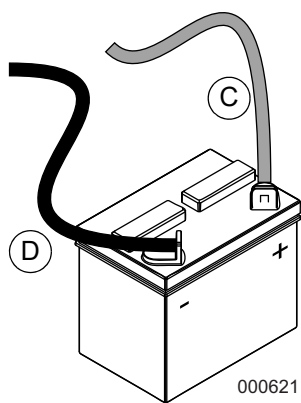

Figura 5-6. Conexiones de los cables de la batería
1. Consulte la **Figura 5-6**. Instale la cubierta de protección de goma (A) sobre el terminal positivo (+) de la batería.
2. Agarre la correa de la batería (B) y levante la batería.
6. Instale el cable positivo de la batería (C) (rojo) en el terminal positivo (+) de la batería.
7. Instale el cable negativo de la batería (D) (negro) en el terminal negativo (-) de la batería.